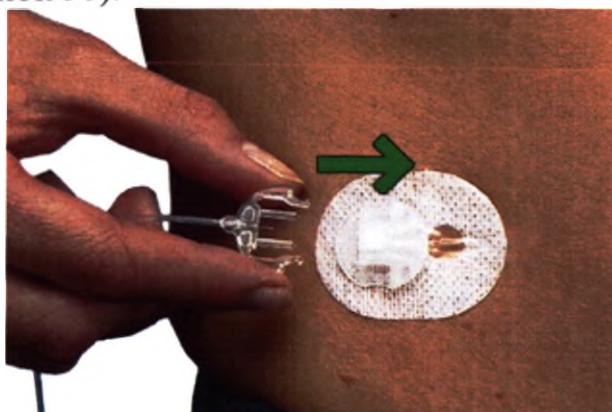

Рисунок 50 – Присоединение магистрального набора (катетера) инфузионного набора к основному набору
12. Присоединить магистральный набор (катетер) инфузионного набора к основному набору (рисунок 50).